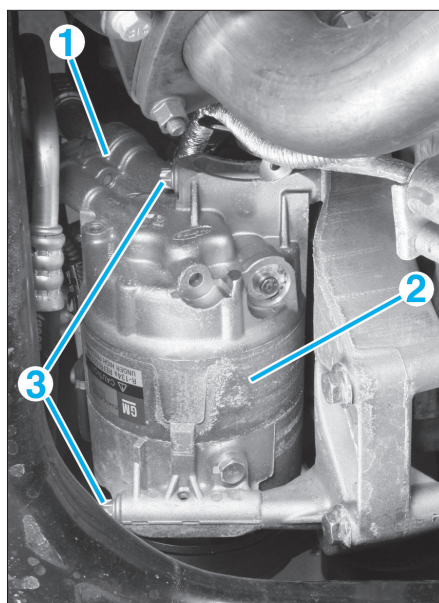

FIG. 24
- Déposer le raccord (1) des conduites de réfrigérant du compresseur (2) et obturer les orifices (fig. 24).
- Déposer les trois vis de fixation (3) du compresseur.